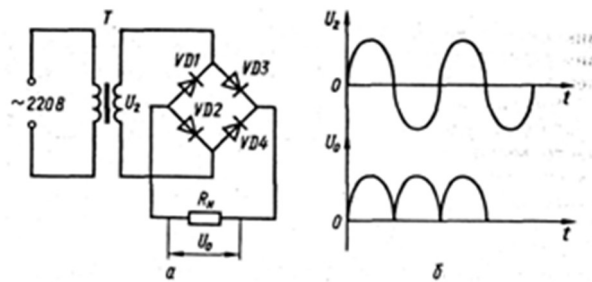

Рис. 49
2.2. Скласти електричну схему згідно з рис. 49.